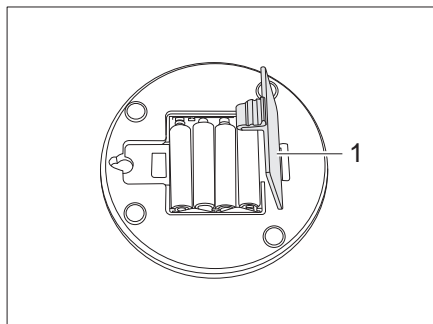

Fig. 283 Lampada nel tetto sollevabile
- Aprire il vano batterie (Fig. 283,1) e togliere le batterie.
- Collocare batterie nuove e chiudere il vano batterie (Fig. 283,1).